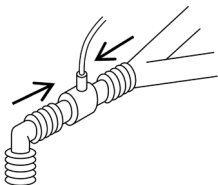

Figura 1
1. Collegare l'adattatore per vie aeree all'estremità prossimale del circuito di respirazione tra il tubo endotracheale e la sezione a Y del ventilatore come illustrato nella Figura 1.